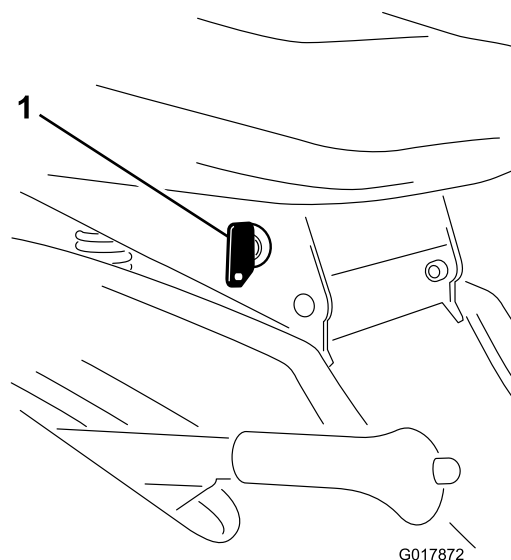

Figura 10
Se dovete utilizzare il comando delle lame (PDF) durante la retromarcia, escludete il microinterruttore di sicurezza agendo sull'interruttore KeyChoice, situato accanto alla staffa del sedile (Figura 10).
2. Inserite la chiave KeyChoice nell'interruttore (Figura 10).